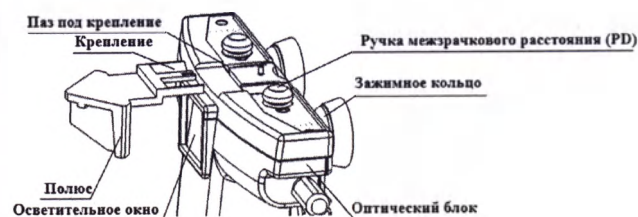

Рис. 12
- При поставке прибора линзы на окуляре имеют силу +2D. В зависимости от потребности вы можете заменить их на плоские линзы, поставляемые вместе с прибором. Для этого отвинтите зажимное кольцо окуляра, выньте линзу +2D и вставьте плоскую линзу, затем завинтите зажимное кольцо (рис. 12).
Демонстрационное зеркало устанавливается перед смотровым окном на оптической части. Держите обе стороны за основание обучающего зеркала, вставьте его после того, как его крепление выровняется с пазом крепления в нижней части оптического блока (Рис. 12).